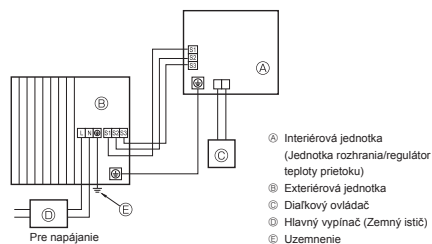
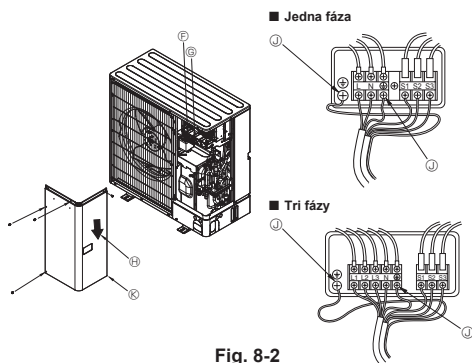

Fig. 8-1
Fig. 8-2
8.1. Exteriérová jednotka (Fig. 8-1, Fig. 8-2)
- ① Zložte servisný panel.
- ② Zapojte káble podľa Fig. 8-1 a Fig. 8-2.